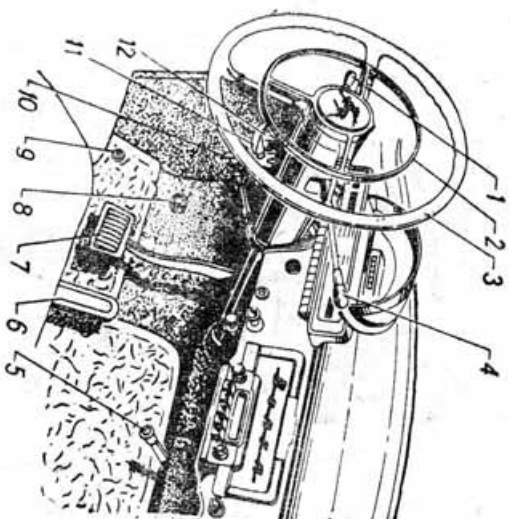

Рис. 1. Органы управления.
Расположение органов управления автомобиля ГАЗ-23 показано на рис. 1. Рулевое колесо 3, расположенное с левой стороны автомобиля, имеет кольцевую кнопку 2 звукового сигнала.
**Рукоятка 5** (см. рис. 1) внутреннего люка вентиляции находится под панелью приборов в средней части. Перемещением рукоят-